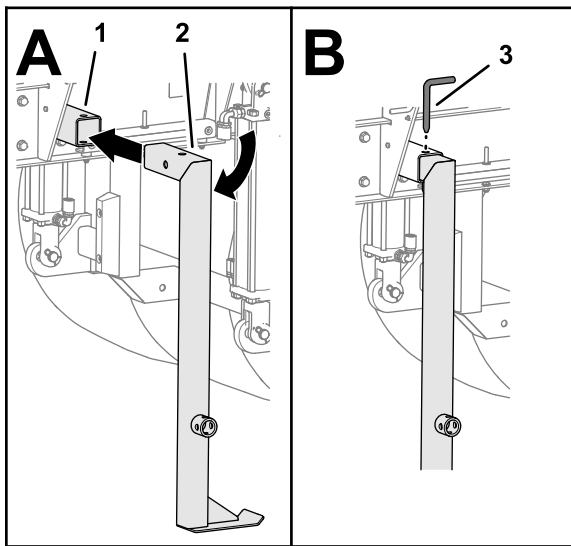

Bild 23
5. Schwenken Sie den hinteren Achsständer nach unten und stecken Sie ihn in das Achsständerrohr (Bild 23).
6. Richten Sie die Löcher im Achsständer und -rohr aus und sichern Sie den Achsständer mit dem Stift des Achsständers (Bild 23).